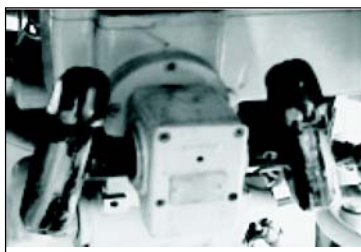

Fig 7-17. Punhos de comando do atirador
p) punhos de comando do atirador (Fig7-17) - Localizados à frente do assento do atirador, possui os seguintes comandos: